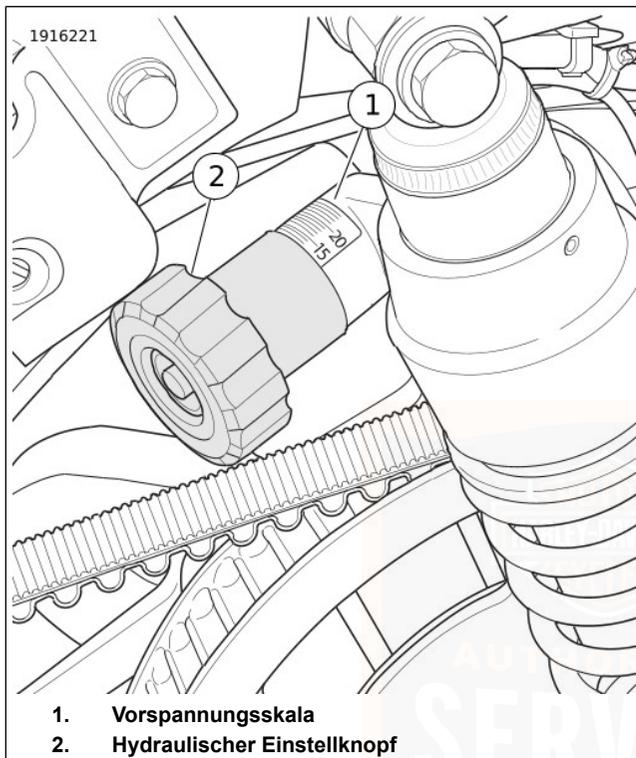
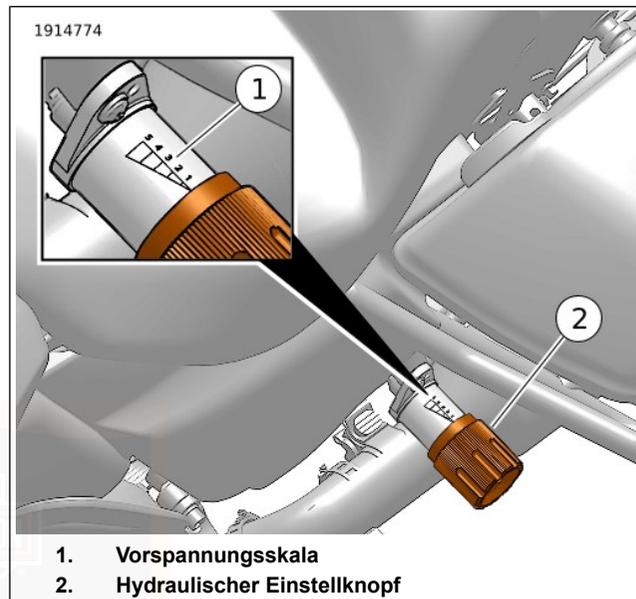

Abbildung 14. Stoßdämpfermontierter Vorspannungseinstellknopf
Abbildung 15. Externer Vorspannungseinstellknopf
3. Siehe Abbildung 14 oder Abbildung 15. Den Einstellknopf (2) vollständig gegen den Uhrzeigersinn auf MIN drehen.